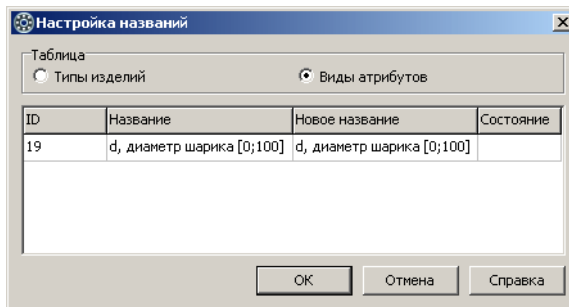

Рис. 3.47.
1. Вызовите команду главного меню **Сервис – Настройка**. Откроется окно **Настройка названий**, в котором показано содержимое таблицы *Виды атрибутов*. Идентификатору 19 в таблице сопоставлено название – *d, диаметр шарика [0;100]*¹ (рис. 3.47).